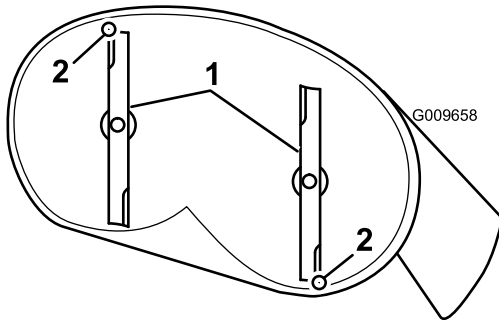
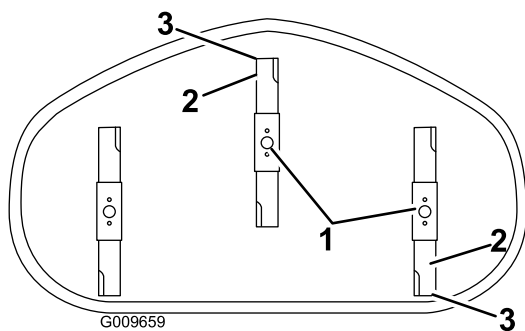

Figura 54
Figura 55
4. Gire cuidadosamente las cuchillas colocándolas en el sentido de avance de la máquina (Figura 54 y Figura 55).
5. Mida entre la punta de la cuchilla delantera y la superficie plana y entre la punta de la cuchilla trasera y la superficie plana (Figura 54 y Figura 55).
9. Después de realizar el ajuste, compruebe de nuevo la inclinación longitudinal, y siga ajustando la tuerca hasta que la punta de la cuchilla delantera esté entre 1.6 y 7.9 mm (1/16" y 5/16") más baja que la punta de la cuchilla trasera (Figura 54 y Figura 55).